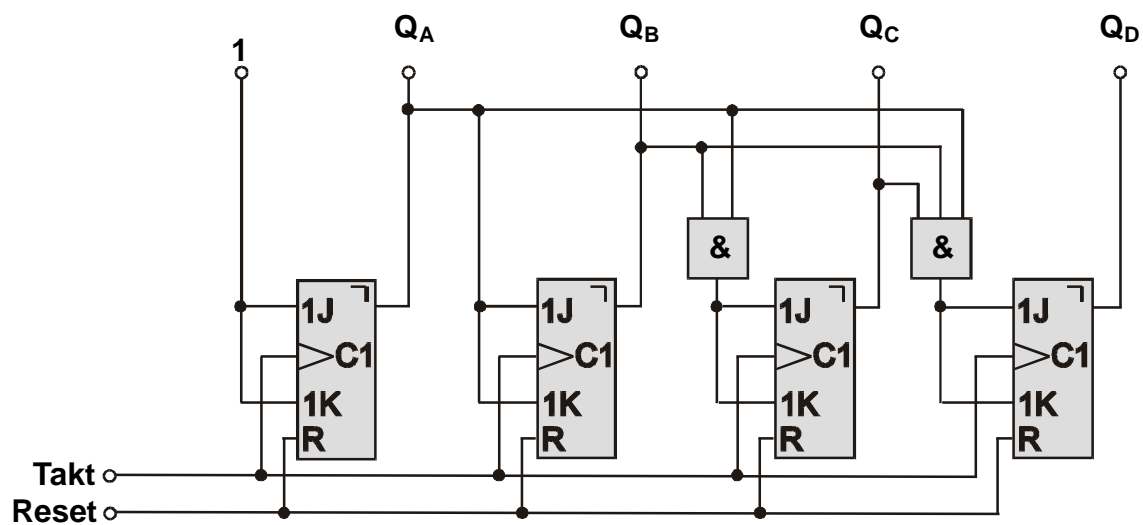

Bild 1.2.3
- 1.2.1 Erläutern Sie die Arbeitsweise eines der im Bild 1.2.3 verwendeten JK-Master-Slave-Flip-Flops. (3 BE)
- 1.2.3 Vervollständigen Sie das Signal-Zeit-Diagramm (siehe Arbeitsblatt) für die folgende Schaltung (Bild 1.2.3) eines vierstufigen Synchron-Dualzählers. (4 BE)